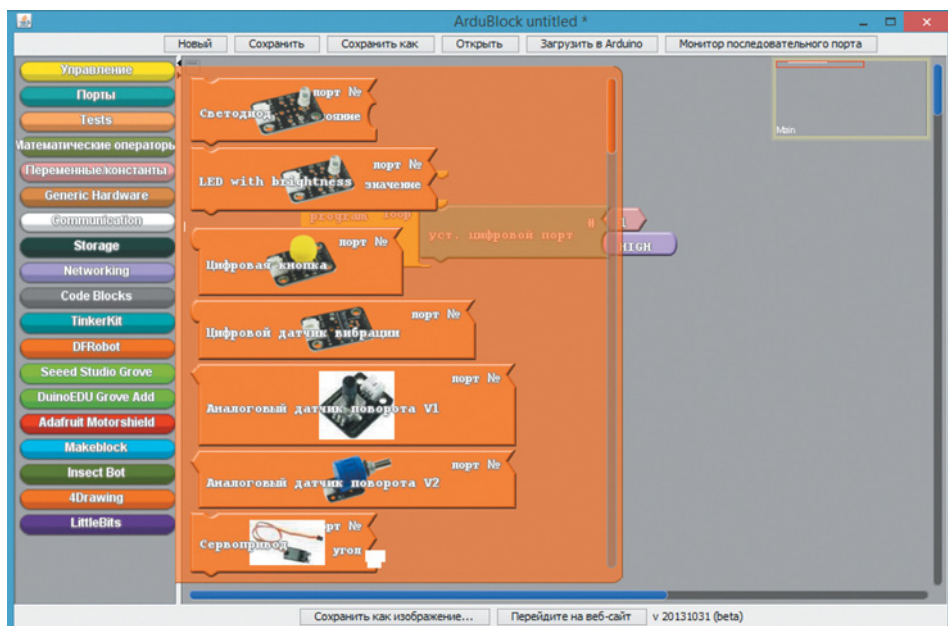

Рис. 3.9. Модуль графического программирования ArduBlock
2. Модуль графического программирования *ArduBlock* (<https://sourceforge.net/projects/ardublock/files/>; рис. 3.9). Является дополнительным модулем для среды разработки Arduino IDE, а не